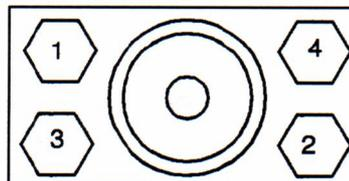

Рисунок 33. Последовательность затяжки болтов механического разъема.
- Болты затягивать далее шагами по 7 Нм в той же последовательности. Максимальный необходимый момент затяжки 34 Нм, см. рисунок 33.